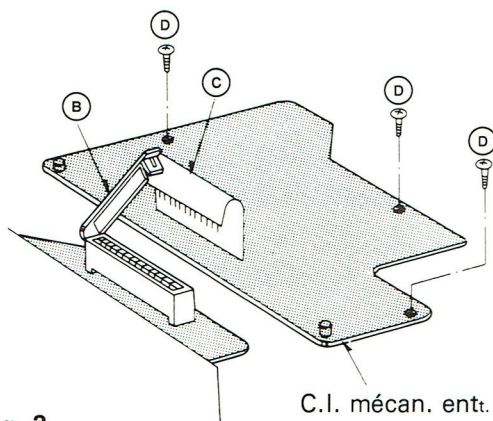

Fig. 2
2. Démontage du C.I. mécanisme d'entraînement (Fig. 2)
- Ouvrir le connecteur (B), tirer les fils de connexion (C)
- Défaire les 3 vis (D) et retirer le C.I.